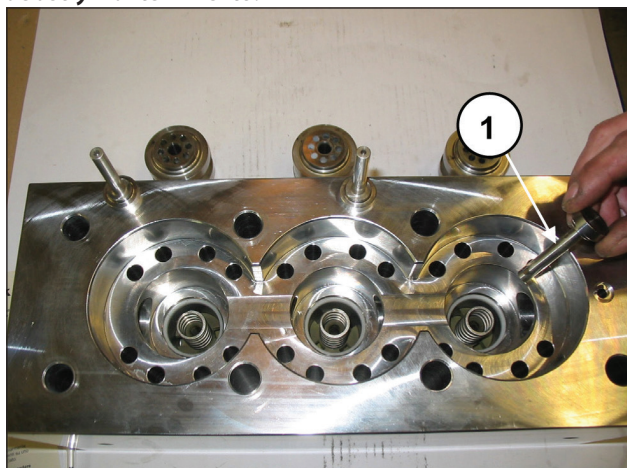
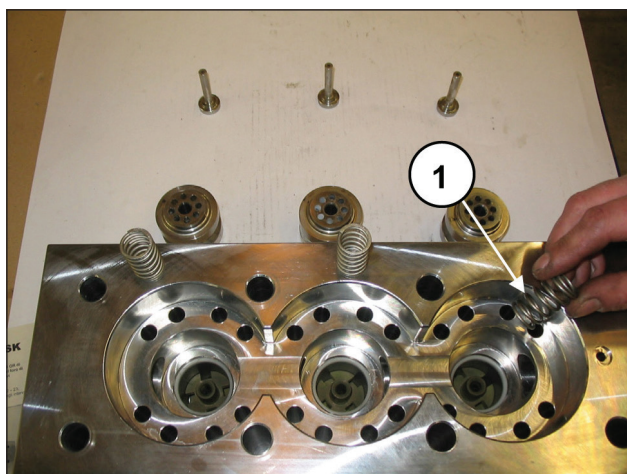
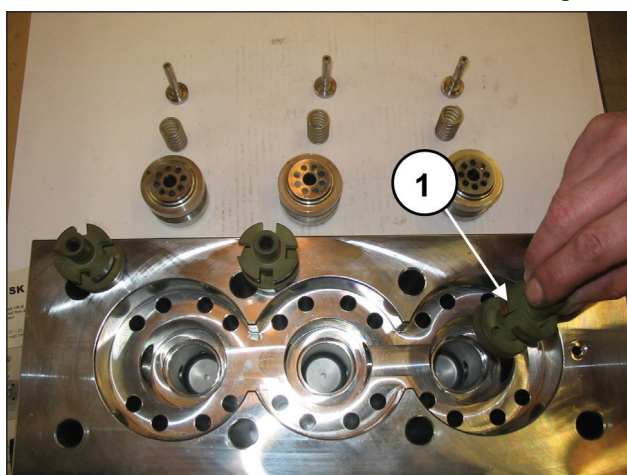

Fig. 106
Fig. 107
Fig. 108
Extraer los platillos de envío (pos. ①, Fig. 106), y las guías (pos. ①, Fig. 108) con los muelles (pos. ①, Fig. 107). Controlar el desgaste y sustituirlos si es necesario. En cualquier caso, respetar los intervalos indicados en el capítulo 11 del **Manual de uso y mantenimiento**.